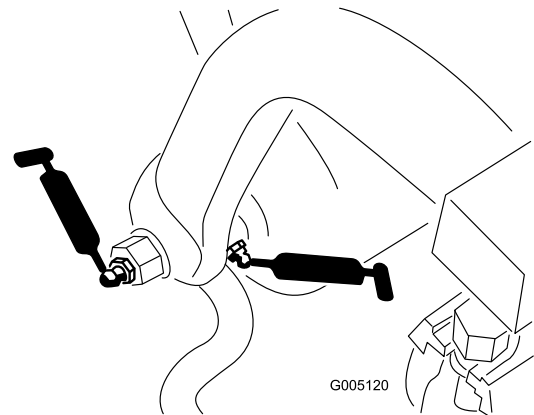

Figure 38
- Axe et rouleur de cadre de traction (12) (Figure 38)